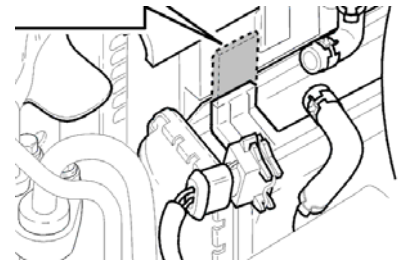

Fig. 6
- Cortar parcialmente el soporte (Fig. 6).